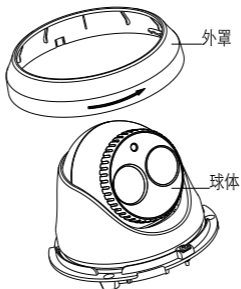

图3-2 取下外罩
2. 将摄像机外罩沿逆时针方向旋转取出。如图 3-2 所示。